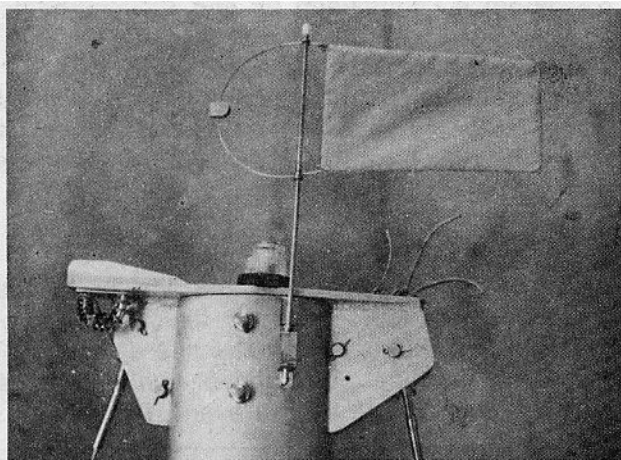

Fig. 5
- fixer la girouette en tête de mât (fig. 5)